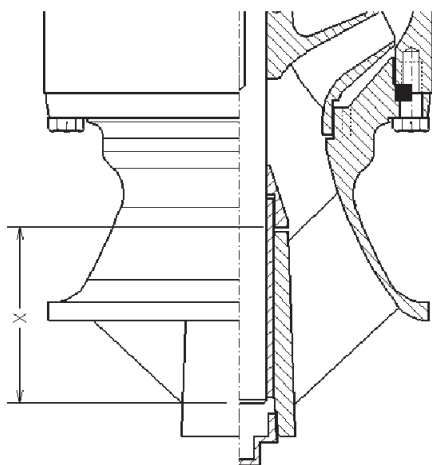

Figura 16
2. Se o aro de areia não estiver instalado no eixo, instale o aro de areia. O aro de areia está fixado no eixo com ajuste de contracção. O diâmetro maior do escareador do aro de areia vai na direcção do rolamento da campânula de sucção. Aqueça o aro de areia até que o mesmo deslize sobre o eixo e posicione-o rapidamente para que a parte inferior do aro de areia seja definido de acordo com a dimensão "X", antes de arrefecer. Consulte a Figura 16. Consulte a Tabela 1 para as dimensões "X". Deslize a extremidade do eixo da bomba com o aro de areia para o rolamento do reservatório/campânula de sucção, até o aro assentar no reservatório/campânula de sucção.